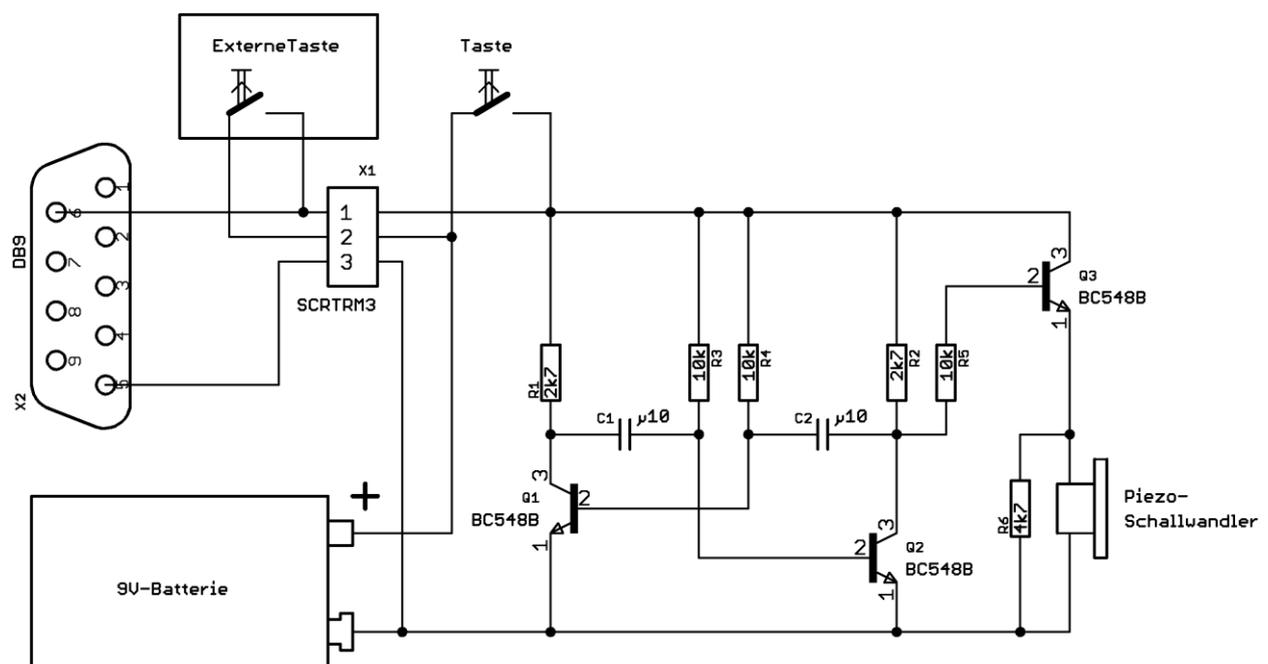
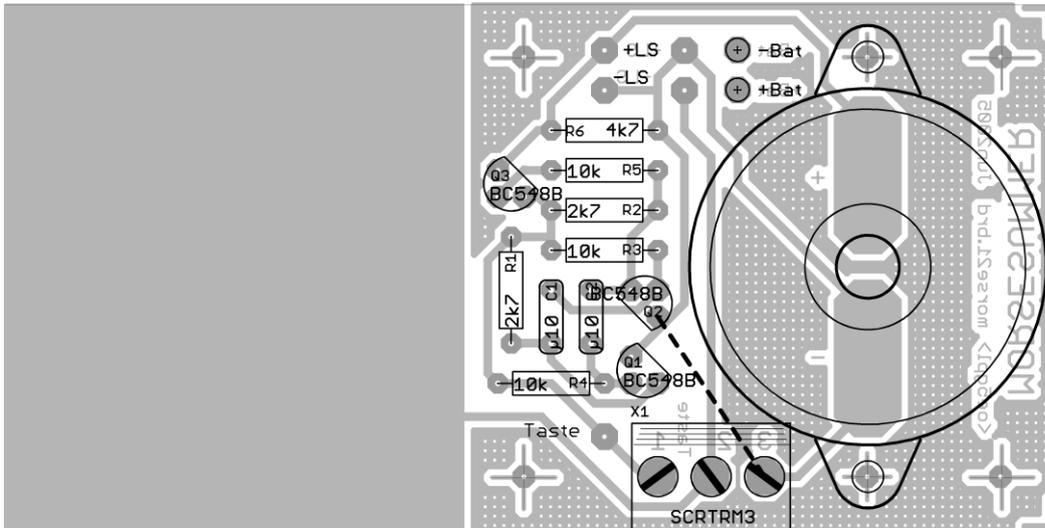

Abb. 8: Ergänztes Schaltbild
Abb. 9: Ergänzter Bestückungsplan
- Beim Morsesummer sind statt zwei dann drei Anschlüsse erforderlich, der neue, dritte Anschluß liegt auf dem Potential des Batterie-Minuspols. Abb. 8 zeigt das Schaltbild, Abb. 9 den ergänzten Bestückungsplan. Ein bereits vorhandenes Gerät ist leicht auf den Letztstand zu bringen, indem zu den beiden vorhandenen der dritte Anschluß hinzugefügt und mit einer Brücke zum Minuspol verbunden wird (Abb. 9 und 11). Wer es ordentlich und dauerhaft machen will, wird für den Anschluß Schraubklemmen verwenden.